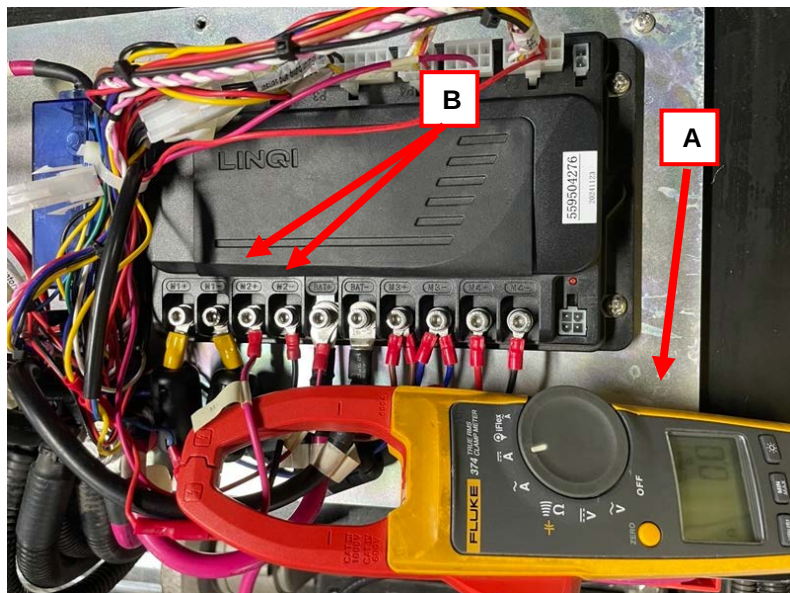

Figura 61
1. Applicare la pinza amperometrica (A, Figura 61) su uno dei fili del motore di aspirazione (B, Figura 61).